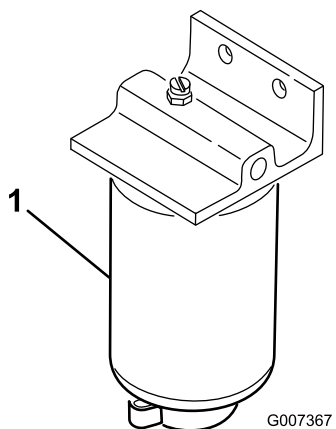

Figura 28
2. Mettete una bacinella di spurgo sotto il filtro del carburante (Figura 28).
3. Aprite il tappo di spurgo sul fondo del filtro del carburante e lasciate fuoriuscire l'acqua accumulata (Figura 28). Serrate il tappo dopo lo spurgo.